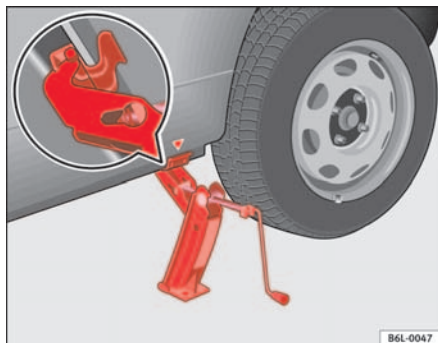

Abb. 135 Wagenheber
- Richten Sie den Wagenheber so aus, dass seine Klaue den Steg des Unterholms umfasst und die bewegliche Grundplatte plan auf dem Boden aufliegt ⇒ Abb. 135.